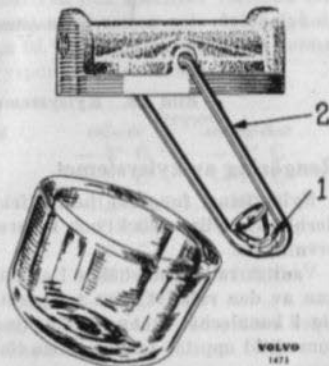

Bild 27. Bränslefilter.
Ungefär en gång i veckan bör detta filter demonteras och rengöras. Före demonteringen inställs bränslekranen på stängt läge. Demonteringen sker genom att muttern (1) lossas och bygeln (2) föres åt sidan (se bild 27).